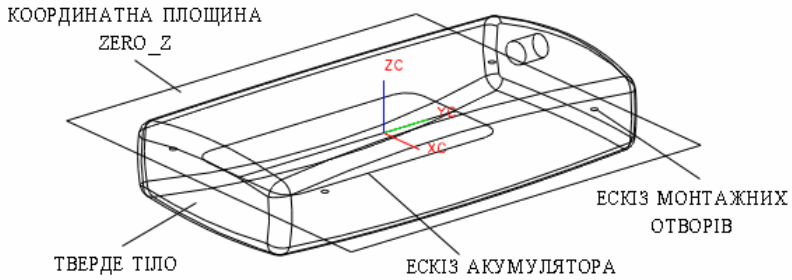

Рисунок 2.9 — Новий компонент – нижня кришка (bottom cover)
– Не виходячи з діалогу *Создать новый уровень*, виберіть геометрію для асоціативного копіювання на новий рівень (рис.2.9):